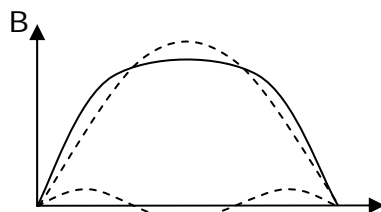

Fig. 2
5. En la Fig.2 las líneas discontinuas representan la componente fundamental y tercera armónica de la inducción en el entrehierro, dada por la línea de trazo continuo. ¿Qué implicaciones tiene en el diseño del circuito magnético la inducción dada? ¿De qué forma influye la presencia armónica en el comportamiento de la máquina? (0,431 ptos)